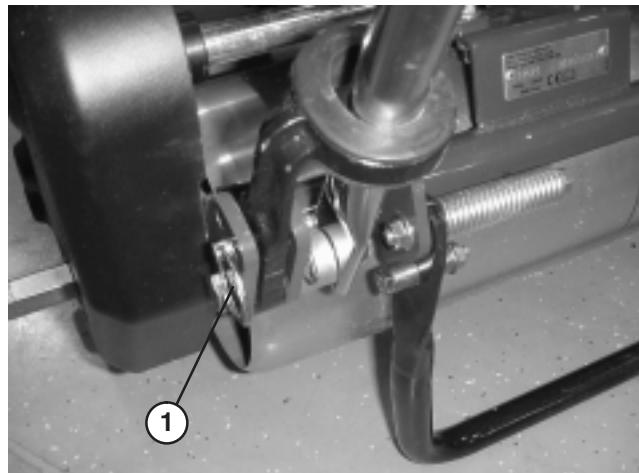

Bild 5
1. Nehmen Sie auf jeder Seite des Rasenmähers die Splints von den Ringstiften ab (Bild 5).
2. Stützen Sie den Griff ab. Nehmen Sie die Ringstifte auf jeder Seite ab. Lassen Sie den Griff auf die gewünschte Position ab oder heben Sie ihn an (Bild 5).